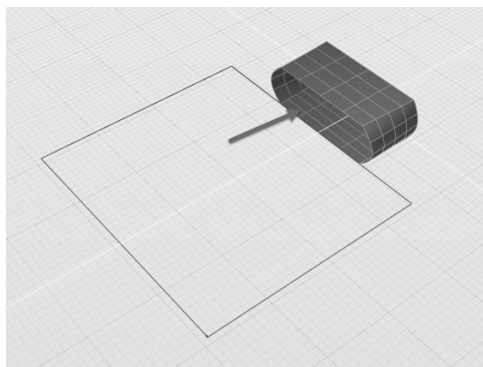

图 4-117 修剪曲面
- 在“结果类型”参数中，选中“曲面”单选按钮，获得结果为一个修剪曲面，如图 4-117 所示。